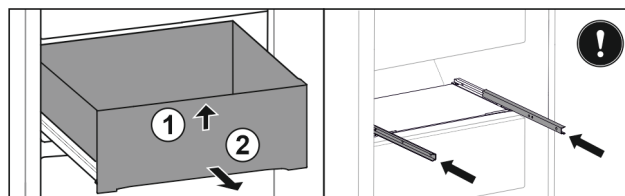

Fig. 116
- Soulever la partie avant du tiroir. Fig. 116 (1)
- Retirer le tiroir par l'avant. Fig. 116 (2)